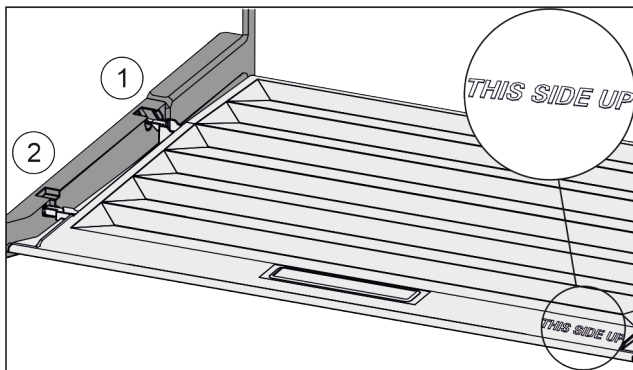

Fig. 112
- ▶ Inserire le nervature del coperchio attraverso l'apertura del supporto posteriore Fig. 112 (1) e innestare anteriormente nel supporto Fig. 112 (2).